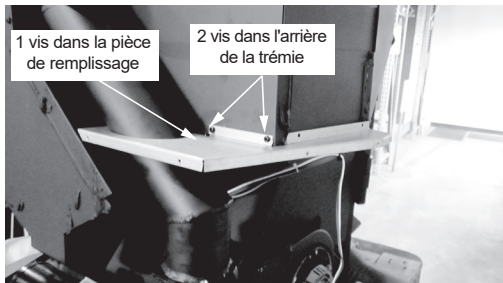

Figure 22.1
4. Installez le panneau de carénage de gauche, 2 vis au dos de la trémie et 1 vis dans la pièce de remplissage (**Figure 22.1**).